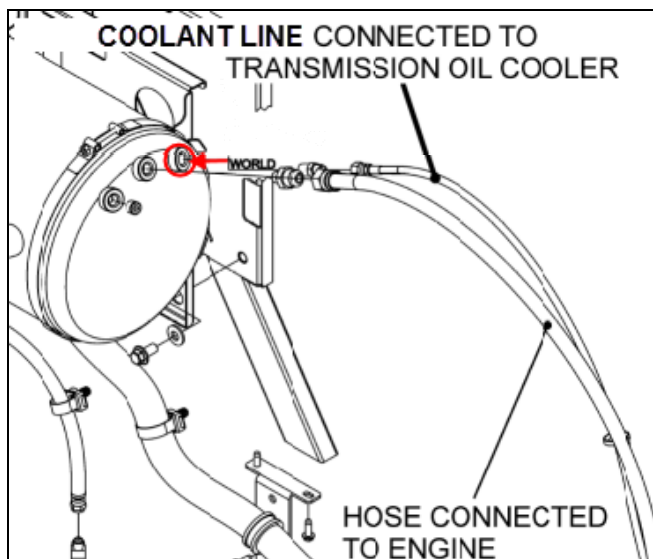

FIGURE 4 : DÉCONNECTER LA LIGNE D'ÉVENT AU RÉSERVOIR DE LIQUIDE DE REFROIDISSEMENT (coolant line connected to transmission oil cooler)
3. Sur le système vidangé, déconnecter la ligne d'évent au réservoir de liquide de refroidissement (voir FIGURE 4). Appliquer le produit « **Loctite 567 thread sealant** » sur les filets du bouchon $\frac{1}{4}$ hex 6-pan creux #501800 pour assurer l'étanchéité puis visser le bouchon sur le réservoir.